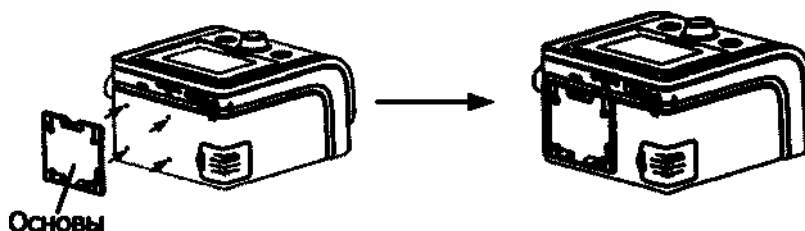

Рис. 11-11
- (2) Расположите четыре отверстия **основы** так, чтобы они совпадали с четырьмя точками на задней крышке устройства, присоедините основу к устройству, как показано на Рис. 11-11.